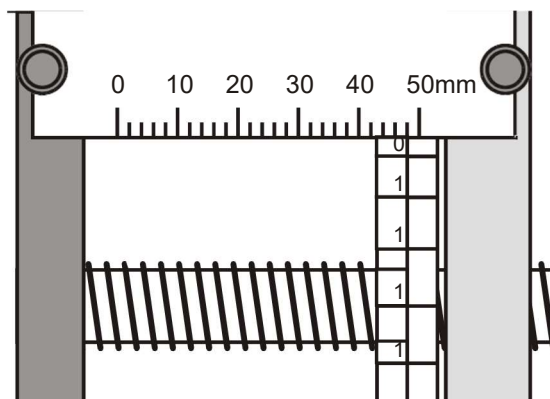

Fig. 2 : Affichage de la position du piston à 48,0 mm
- Dévisser les vis moletées de l'échelle fixe et la déplacer sur le côté jusqu'à ce que le trait à 48 mm soit exactement positionné sur la ligne médiane de l'échelle mobile (cf. Fig. 2).